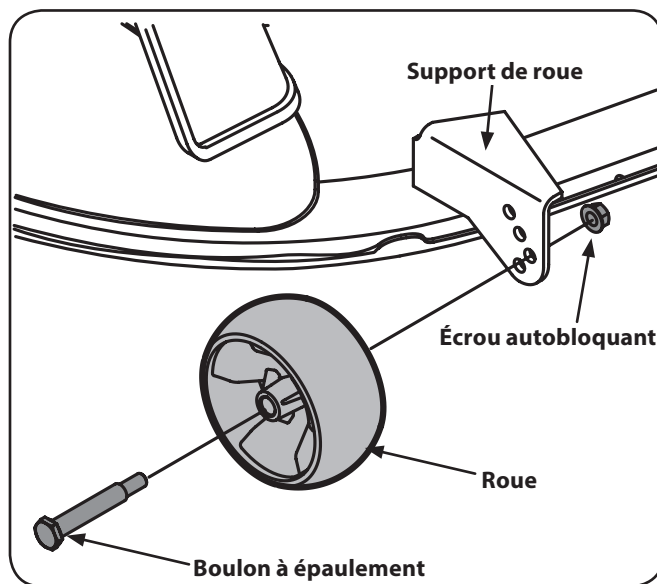

Figure 6-6
- b. Retirez les écrous autobloquants et les boulons à épaulement qui fixent les roues au plateau de coupe, puis enlevez les roues avant et arrière du plateau de coupe. Voir Figure 6-6.